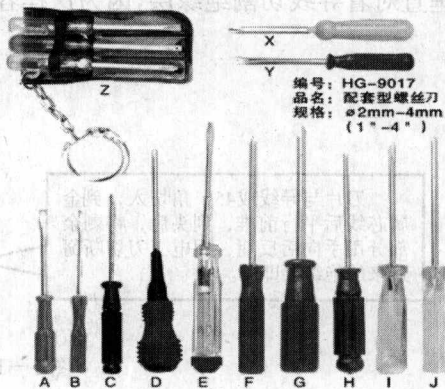

图 1-1-8 各种螺丝刀
2. 认识一下图 1-1-8 所示的各种螺丝刀，在日常生活中，你见过吗？试着说一下 A、B、C、D、E、F、G、H、I、J、Z、X、Y 几种螺丝刀适合哪种操作方法？